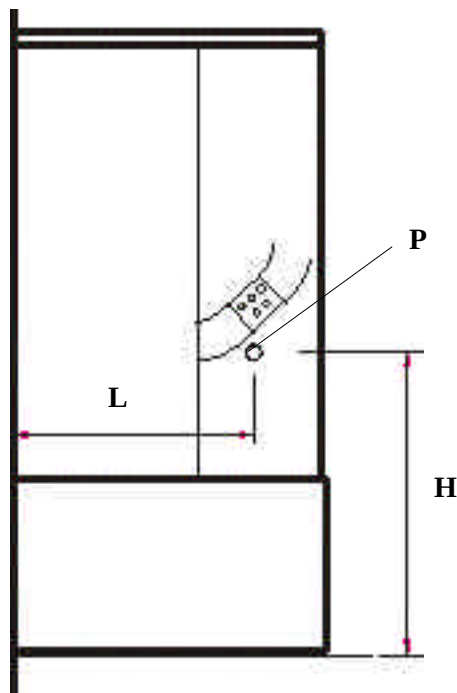

fig. 31
- Refer to Connection Technical Sheet (**clause 4.4.c**) for connection dimensions and hoses diameter (*fig.31*)
- Remove the tube caps and connect the hoses to the nipples on the manifold (*fig. 31*).
- Ver Hoja Técnica de Conexiones (**apartado 4.4.c**) para cota de conexión y diámetro de los tubos (*fig. 31*)
- Retirar los tapones de goma y conectar los conductos a las tetinas del colector (*fig. 31*).
- Voir Feuille Technique de Raccordements (**section 4.4.c**) pour cote de raccordement et diamètre des tuyaux (*fig. 31*)
- Enlever les bouchons en caoutchouc et raccorder les tuyaux aux tétines du collecteur (*fig. 31*).